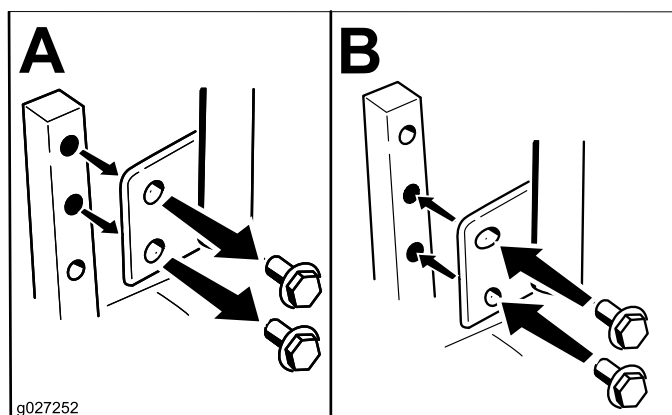

Bild 23
Die Höhe der Fahrtriebshebel kann für den optimalen Bedienerkomfort nach oben oder unten angepasst werden (Bild 23).
2. Lösen Sie die untere Schraube genug, um den Schalthebel nach vorne oder hinten zu drehen (Bild 23). Ziehen Sie beide Schrauben fest, um den Schalthebel in der neuen Stellung zu arretieren.